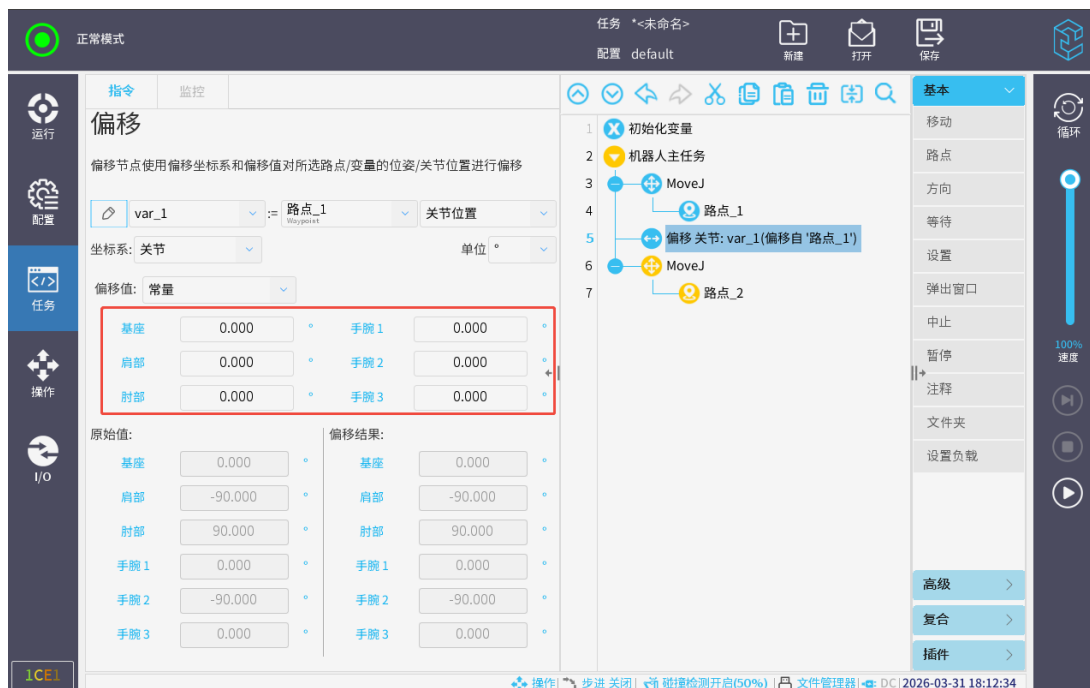

图 3-139: 关节角偏移
- 关节角偏移模式（见图 3-139）下，同单位的原始数据与偏移值直接相加即可得到新的关节角数据。